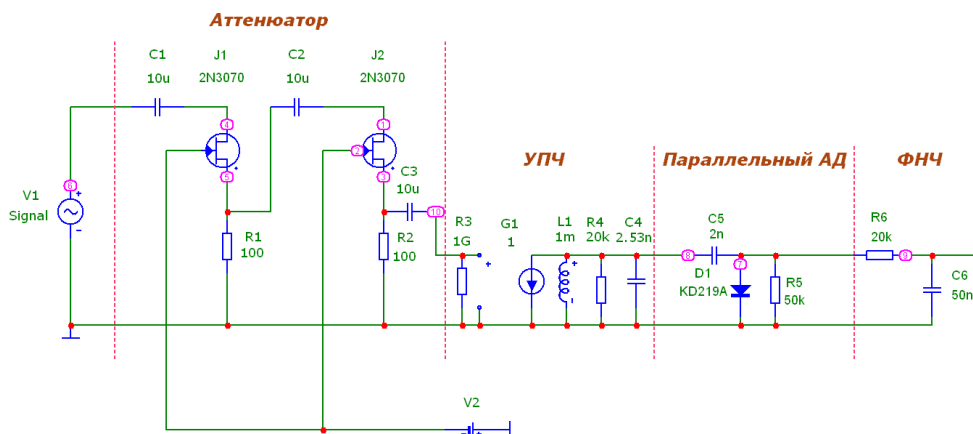

Рис. 2. Схема модели системы АРУ с разомкнутой обратной связью
3.1. Получить регулировочную характеристику УПЧ с аттенуатором. Для измерения регулировочной характеристики следует исключить из модели обратную связь, убрав УПТ, и включить между затворами полевых транзисторов и «землём» источник постоянного регулирующего напряжения (батарею) отрицательной полярности. Изменённую модель сохранить под новым именем (например, АРУ без ОС.cir) (рис. 2).